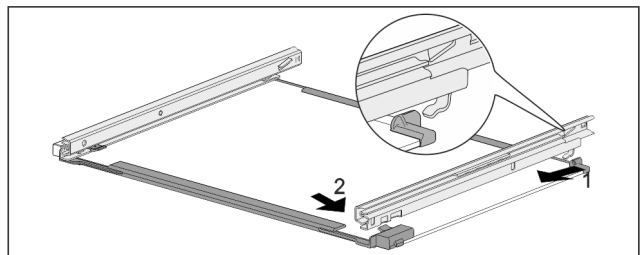

Fig. 134 Glasplaat met rails
- ▶ Rail achter vasthaken. Fig. 134 (1)
- ▶ Rail voor vasthaken. Fig. 134 (2)